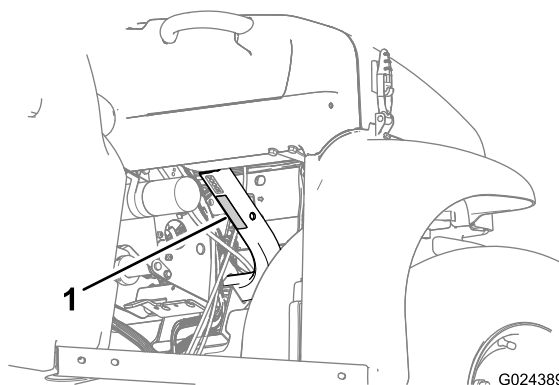

Figura 20
- Respeite a capacidade de peso da máquina e o limite de peso da carga que transporta na caixa de carga, conforme descrito em Especificações \(página 17\) e no autocolante do peso bruto da máquina (Figura 20).